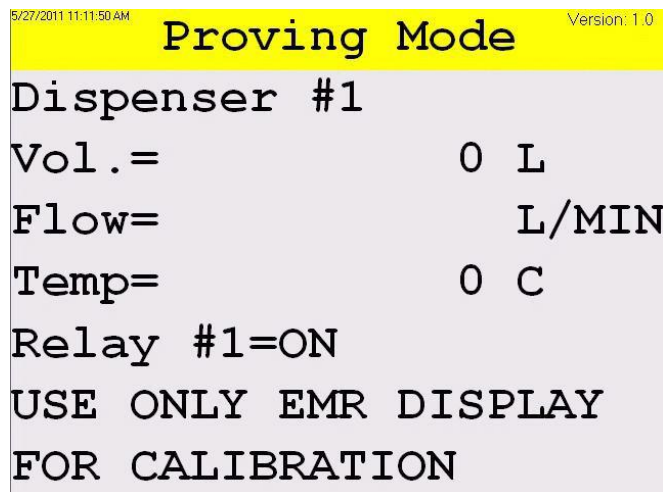

Figure 6: "Proving Mode" screen | écran de « Proving Mode »
6) The EMR will now be authorized as if it was in stand-alone mode. The VPC's "Proving Mode" screen is displayed as seen below (figure 6) and gives the same information as the EMR register display.
6) L'EMR sera alors autorisé à fonctionner en mode autonome. L'écran "Proving Mode" du VPC est illustré ci-dessous (figure 6) et donne la même information que l'afficheur de l'enregistreur EMR.